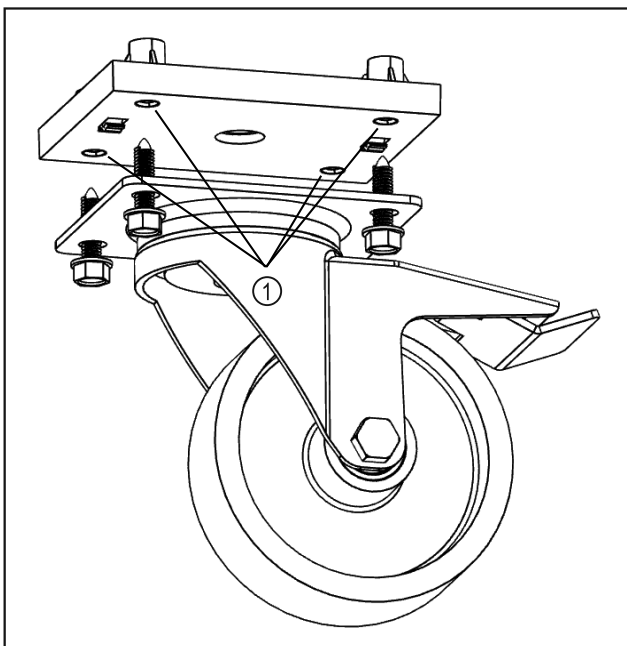

Fig. 9
- Montare le ruote opzionali nei punti indicati. Fig. 9 (1)